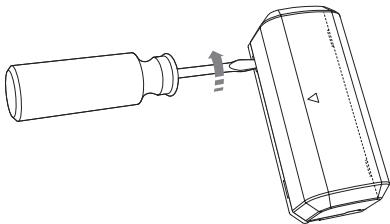
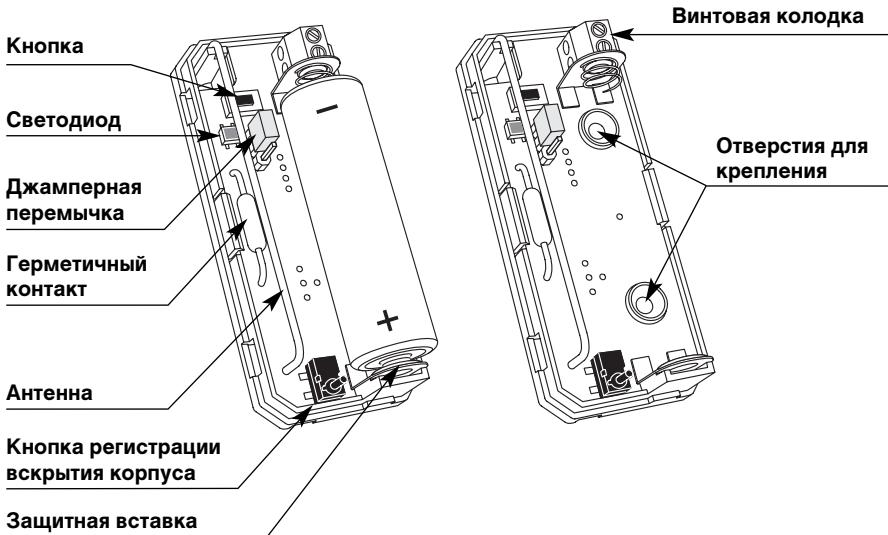

Рис. 8
Рис. 9
1. Откройте крышку корпуса радиогеркона. Для этого вставьте жало шлицевой отвёртки в один из 4-х пазов между основанием и крышкой корпуса и слегка поверните отвёртку (см. рис. 8). Повторите операцию с другими тремя пазами, снимите крышку. Вы получите доступ к элементам, показанным на рис. 9.